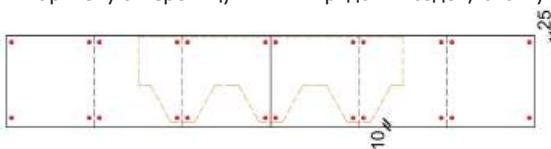

Рис. 13 Схема крепления коньково-карнизной черепицы на карнизе.
8.2.10 Нижняя кромка гонтов первого ряда должна отступать на 10 мм от нижней кромки карнизной полосы (рис. 13).